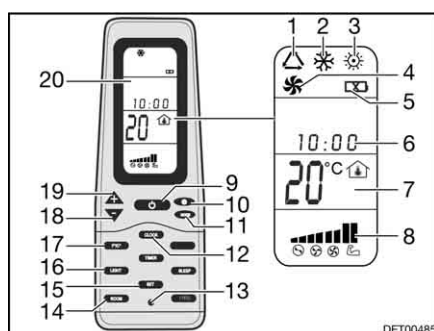

Fig. 195 Telecomando
- Premere il tasto ON/OFF (Fig. 195,9).
- Premere il tasto "Mode" (Fig. 195,11) spesso, finché la modalità desiderata (Fig. 195,1, 2, 3 o 4) viene visualizzata sul display (Fig. 195,20).
- Impostare la temperatura desiderata con i tasti "+" (Fig. 195,19) e "-" (Fig. 195,18).
- Con il tasto velocità dell'aria (Fig. 195,10) selezionare il livello desiderato per la ventola.